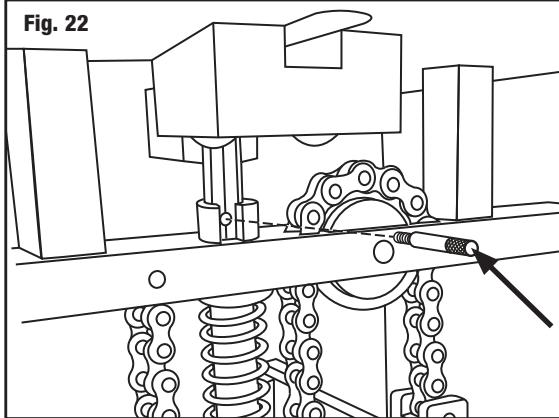

Fig. 22
- Aparte el pivote de empuje, bajando la palanca hasta la mitad y desapretando el pivote. (**Fig. 22**)
- Entfernen Sie den Schiebestift, indem Sie den Hebel halb durchdrücken und den Stift abschrauben. (**Abb. 22**)